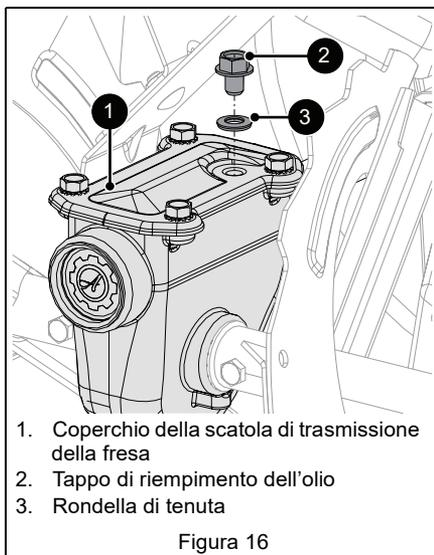

Figura 16
2. Rimuovere il tappo di riempimento dell'olio e la rondella di tenuta. Vedere Figura 16.